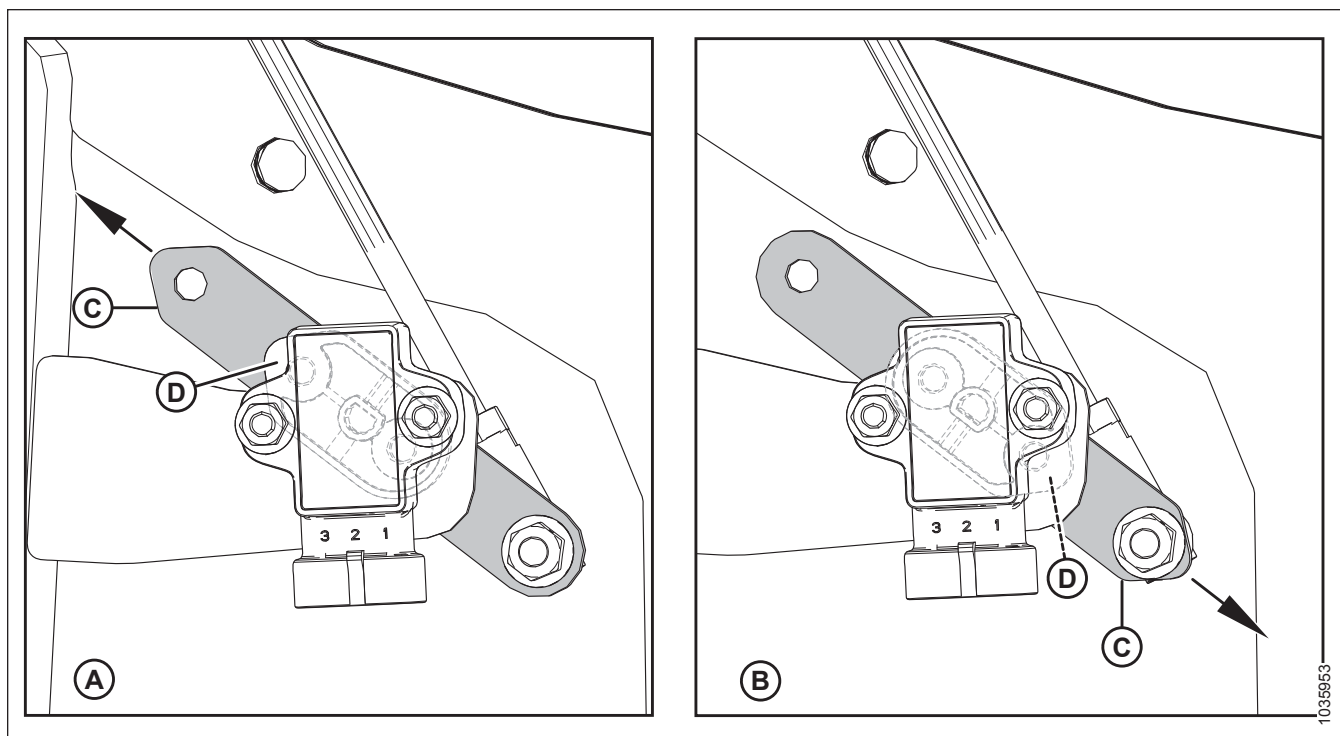

Figura 3.131: Configurațiile brațului senzorului/acului indicator
Verificați dacă brațul senzorului (C) și acul indicator (D) sunt configurate corespunzător pentru utilajul dvs., consultați Figura 3.131, pagina 118.